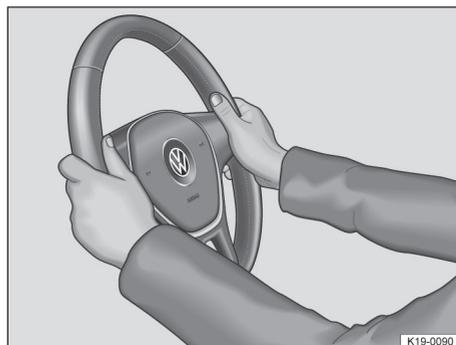

Fig. 71 No volante: posição das 9 e 3h.
- Ajustar o volante de forma que possa ser segurado lateralmente com ambas as mãos, com os braços ligeiramente arqueados, na borda externa, na *posição das 9 e 3h* → Fig. 71.
- Durante a condução, segurar sempre o volante com ambas as mãos lateralmente na borda externa na *posição das 9 e 3h* → Fig. 71 para reduzir ferimentos causados pelo acionamento do airbag frontal do condutor.